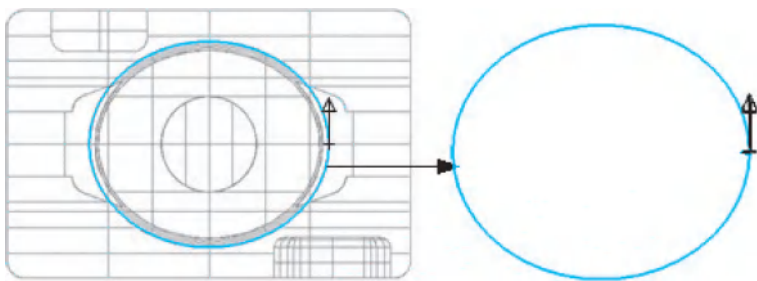

图 4-38 选择加工边界
1) 选择【刀路】/【挖槽】命令，窗选所有曲面，单击按钮，系统弹出【刀路曲面选择】对话框，在【边界范围】选项卡处单击【选择】按钮，系统弹出【串连线框】对话框，在绘图区选择图层中第 2 层的椭圆，如图 4-38 所示。单击【串连线框】对话框中的【确定】按钮，系统弹出【刀路曲面选择】对话框，再单击该对话框的【确